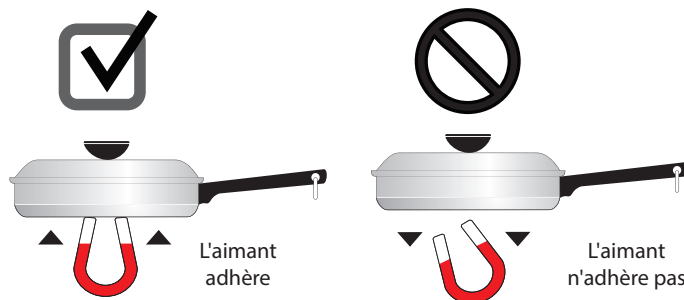

Figure 4: Test de l'aimant
Le type d'ustensile de cuisson utilisé et sa dimension influencent le réglage de la température nécessaire à l'obtention de résultats de cuisson optimaux. Assurez-vous de suivre les recommandations relatives à l'utilisation des ustensiles appropriés, tel qu'illustré sur la Figure 2 et la Figure 4.
- **Acier inoxydable** – Conducteur de chaleur lent qui donne des résultats de cuisson variables. Il est durable, facile à nettoyer et il résiste aux taches. Certains types d'acier inoxydable ne fonctionneront pas sur une table de cuisson à induction. Utilisez le test de l'aimant (Figure 4) pour vérifier le magnétisme de votre ustensile de cuisson en acier inoxydable.
- **Émail vitrifié sur métal** – Les caractéristiques de chauffage varient selon le matériau de base. Un ustensile fait d'un métal compatible recouvert d'émail vitrifié fonctionnera sur une table de cuisson à induction. Utilisez le test de l'aimant (Figure 4) pour vérifier le magnétisme de votre ustensile de cuisson en émail vitrifié. To see if a piece of cookware will work on your induction cooktop, try to stick a magnet to it. If the magnet clings firmly to the bottom of the cookware, the cookware will work on your induction cooktop.
Pour vérifier qu'un ustensile de cuisson fonctionnera sur votre table de cuisson à induction, essayez d'y faire coller un aimant (voir Figure 4).